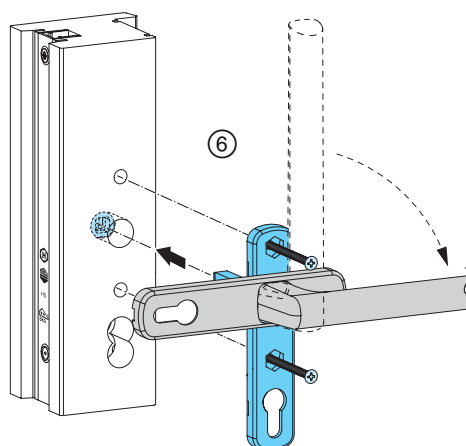

Abb. 29
- ⑥ Griff mit Griffrosette 90° verdrehen, Griffereinheit mit Getriebe koppeln und mittels Senkkopfschrauben M6 x ... durch Getriebe mit Muschelgriff verschrauben; **Abb. 29**.